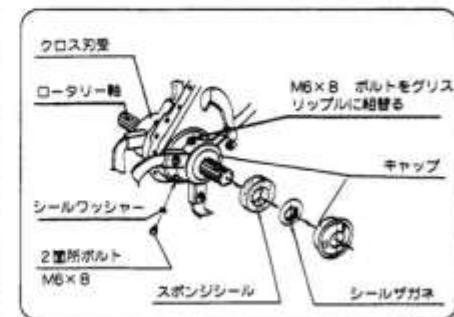

図42
- クロス刃受のフランジ部2ヶ所のボルト（M6×8 ℓ ）を外し、1ヶ所にグリスニップル（付属部分）を取り付けてください。（図42）
- グリスニップルを取り外し、ボルト（M6×8 ℓ ）左右各2本のボルトを締め付けてください。（図42）